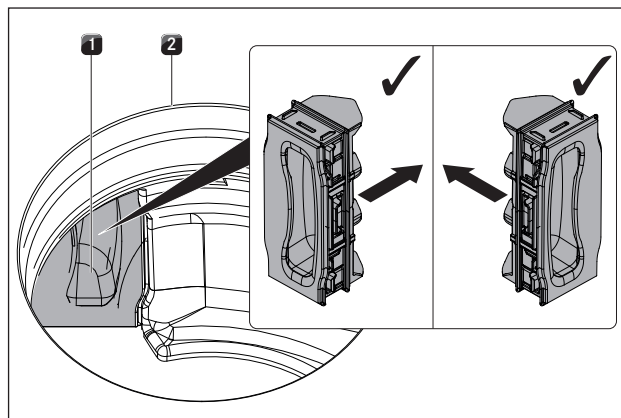

Fig. 8.10 Inserir a tampa de troca do filtro
- ▶ Pressionar a tampa de troca do filtro do interior da abertura de entrada de ar até estar dentro da abertura da carcaça do filtro (Retirar a tampa de troca do filtro v. fig. 8.10).